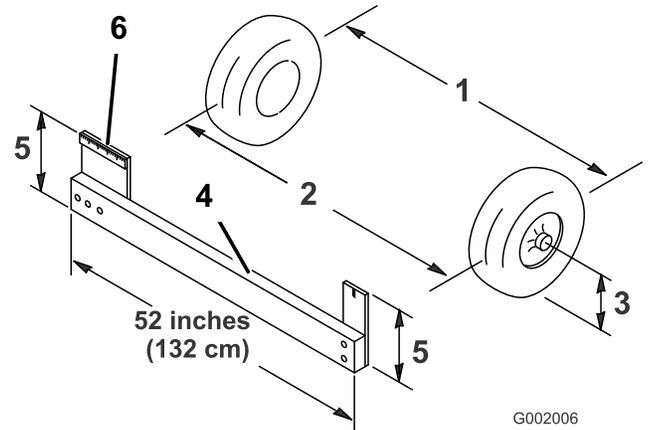

Figura 48
- Meça a distância entre os pneus dianteiros à altura do eixo na zona dianteira e traseira dos pneus dianteiros (Figura 48).
Nota: É preciso um objeto imóvel ou um medidor de alinhamento para a medição traseira dos pneus dianteiros à altura do eixo. Utilize o mesmo objeto ou medidor de alinhamento para obter uma medição precisa da dianteira dos pneus dianteiros à altura do eixo (Figura 48).